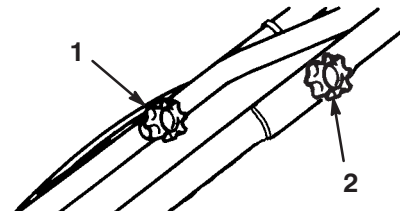

Figure 2
2. Enlevez le bouton et l'écrou gauches (Fig. 2).
3. Placez le bouton gauche à l'intérieur du mancheron (Fig. 2).